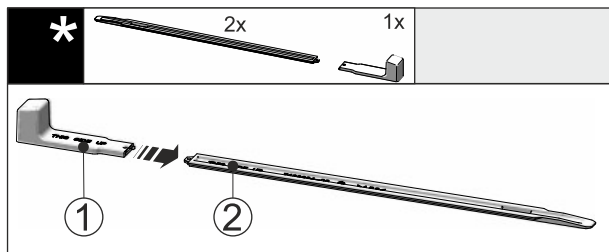

Fig. 46
- Steek de montagegreep Fig. 46 (1) op de nivelleerrail Fig. 46 (2).